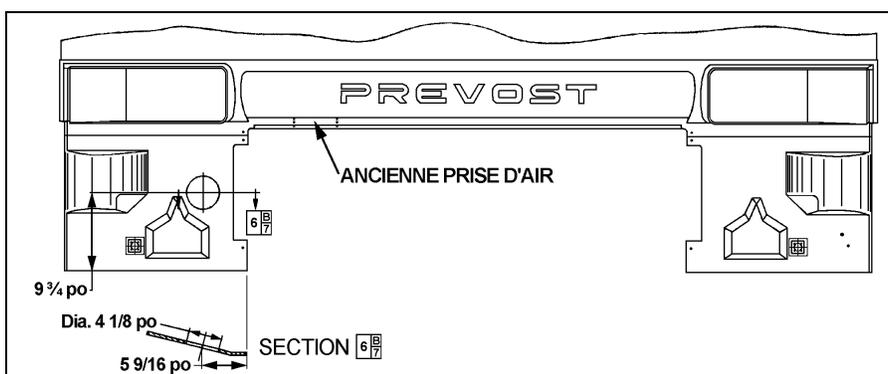

FIGURE 2
2. Placer le caoutchouc mousse (476159) dans l'ancienne ouverture de prise d'air puis fixer la plaque d'obturation (476156) à l'aide de rivets afin de boucher l'ouverture (voir figure 2).
6. Découper l'ouverture de 4 1/8 po de diamètre pour la bride d'attache (373930) de prise d'air (fig. 2).